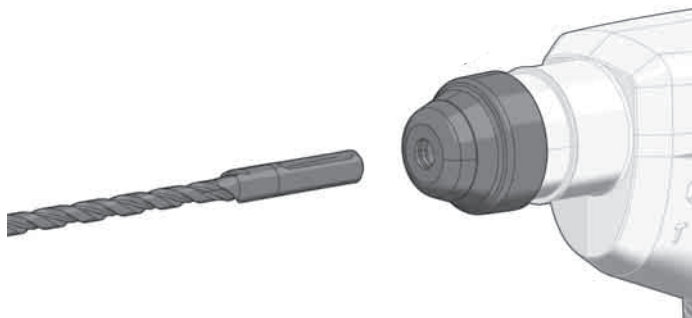

Рисунок 2. Схема встановлення змінного інструменту.
- встановити хвостовик змінного інструменту в патрон «SDS-plus», повертаючи змінний інструмент навколо осі і штовхаючи його вглиб патрона доти, поки не буде забезпечена фіксація (рис. 2);